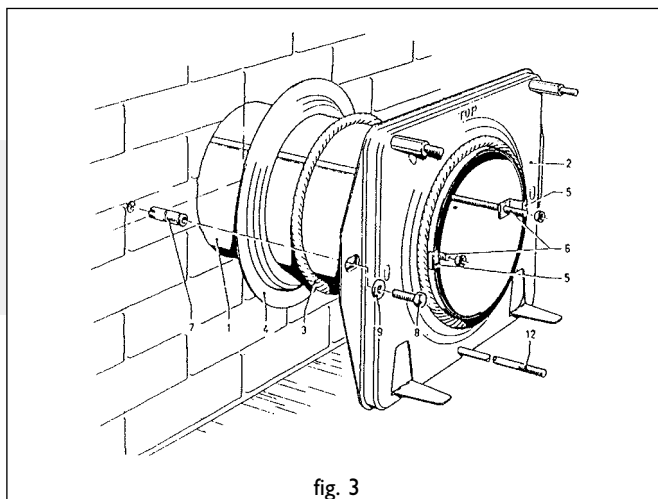

fig. 3
### Installatie van de standaard geveldoorvoer (fig. 3)
**Installatie van de geveldoorvoer met telescopische inlaatpijp (fig. 3)**
## Bevestiging van de montageplaat (fig. 3)
- De bout / schroef (8) (fig. 3) vervangen door b.v. een houtdraadbout.
- Plaats aan de kamerszijde tussen de montageplaat (2) en de wand stralingsplaat 14.
- Bevestig aan de buitenszijde van de wand m.b.v. 4 schroeven (16) siluminplaat 15.